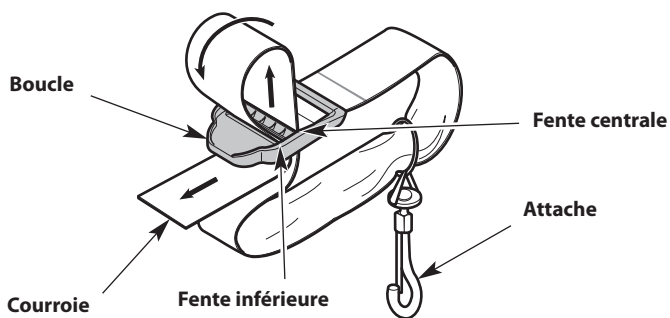

Fig. 9
1. Poussez la courroie à travers la fente centrale de la boucle (Fig. 9).
2. Repliez la sangle et faites-la passer dans la fente inférieure de la boucle (Fig. 9).